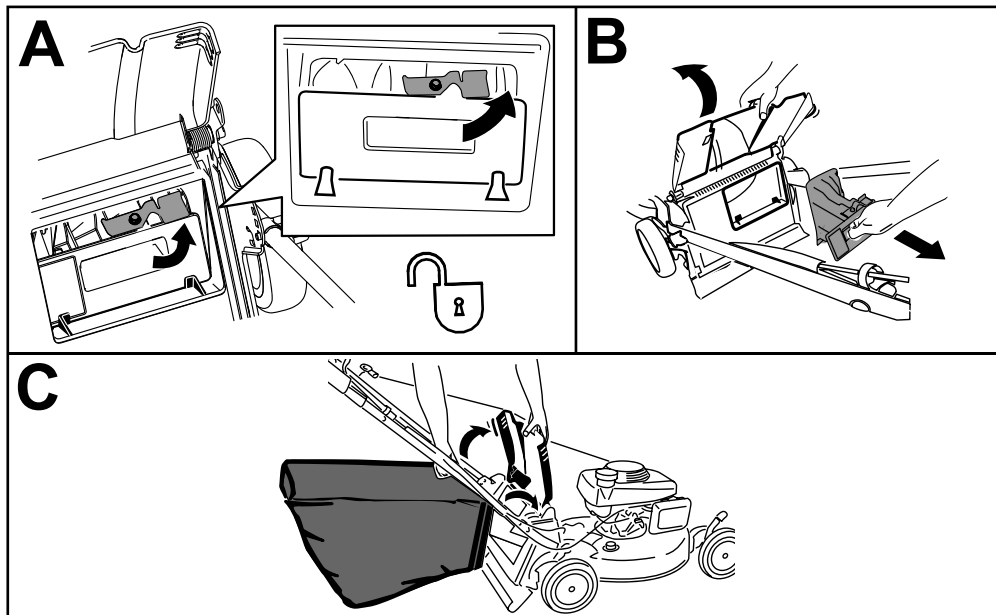

Figura 22
Nota: Para desbloquear el tapón trasero, gire la palanca del tapón a la derecha (Figura 22).
1. Levante y sujete el deflector trasero y desbloquee el tapón trasero (Figura 22, A).
2. Extraiga el tapón trasero (Figura 22, B).
3. Cuelgue el borde superior delantero de la bolsa de los pasadores situados en las muescas de los soportes del manillar (Figura 22, C).